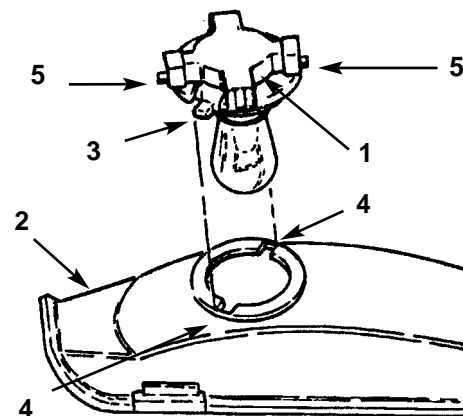

Figure 19
3. Tourner le porte-ampoule d $\frac{1}{4}$ de tour dans le sens horaire et le déposer du réflecteur (Fig. 19).
2. Le porte-ampoule est muni de deux languettes (Fig. 19). Aligner les deux languettes avec les encoches du réflecteur, installer le porte-ampoule dans le réflecteur et lui donner $\frac{1}{4}$ de tour dans le sens horaire jusqu'à ce qu'il s'arrête.